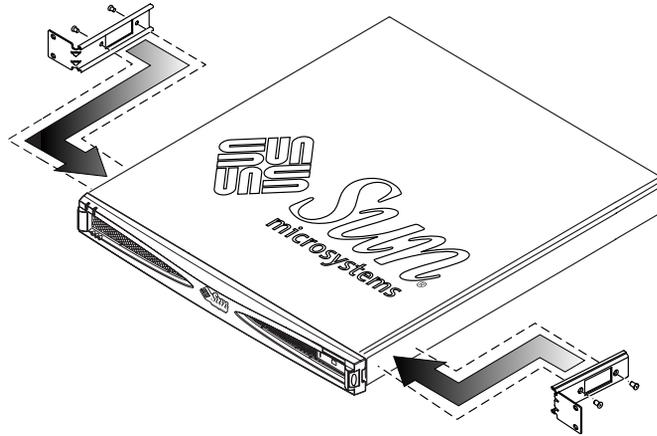
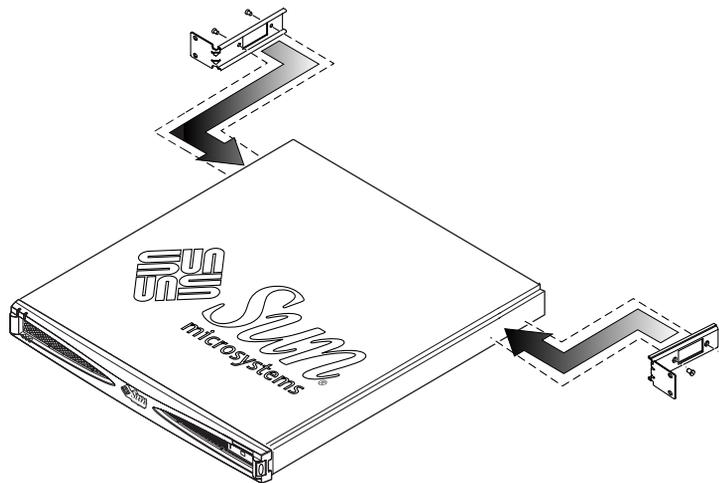

FIGURA 3-9 Fissaggio delle staffe di montaggio in rack verso la parte anteriore
FIGURA 3-10 Fissaggio delle staffe di montaggio in rack verso la parte posteriore
1. Fissare le due staffe ai secondi e terzi fori filettati verso la parte anteriore del sistema (vedere la FIGURA 3-9) o nei fori filettati verso la parte posteriore del sistema (vedere la FIGURA 3-10).